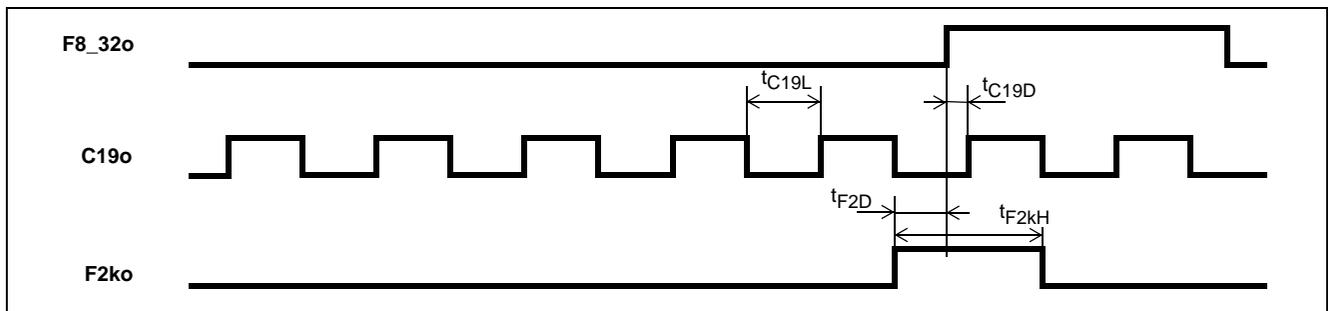

**Figure 30 - DS1 Output Timing Referenced to F8/F32o**
**AC Electrical Characteristics\* - DS1 output timing (see Figure 30).**